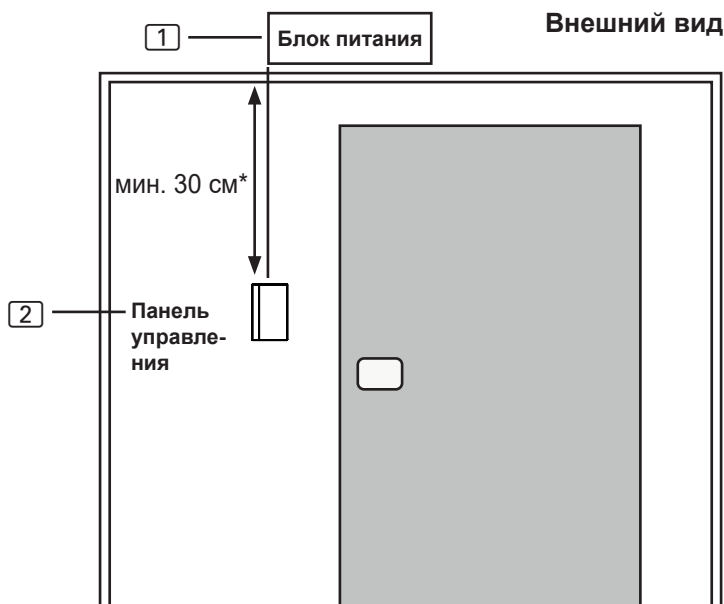

рис. 4 Расположение панели управления
Панель управления [2] устанавливается на стене кабины на максимальном расстоянии 10 метров от блока питания [1] (см. **рис. 4**).
* При монтаже внутри кабины сауны необходимо соблюдать минимальное расстояние 30 см до потолка кабины (см. **рис. 4**).